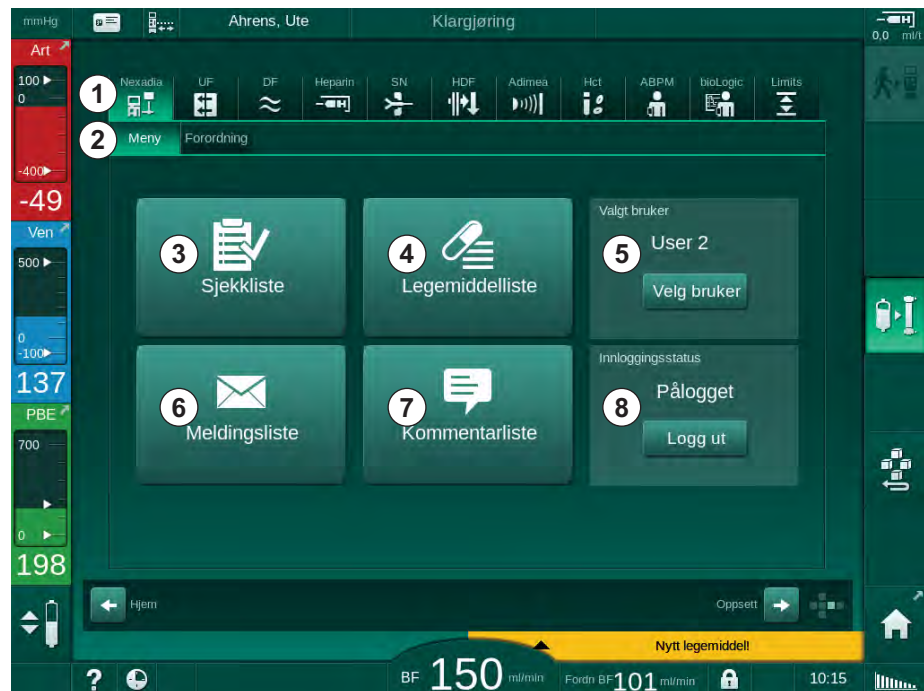

Fig. 11-34 Nexadia-menyen på skjermbildet *Inndata*
Ved bruk av Nexadia er maskinen i stand til å sende og/eller motta informasjon (f.eks. meldinger, kommentarer og lister) mellom maskinen og dataserveren. Det finnes også et brukervalg. Disse funksjonene håndteres i Nexadia-menyen. Denne menyen åpnes ved å berøre ikonet *Nexadia* (Fig. 11-34, ①) og knappen *Meny* ② på skjermbildet *Inndata*.
1. Trykk på *Velg bruker* i Nexadia-menyen (Fig. 11-34 Nexadia-menyen på skjermbildet Inndata (296), ⑤).
1. Berør ikonet *Kommentarliste* i Nexadia-menyen (Fig. 11-34 Nexadia-menyen på skjermbildet Inndata (296), ⑦).
1. Berør ikonet *Sjekkliste* i Nexadia-menyen (Fig. 11-34 Nexadia-menyen på skjermbildet Inndata (296), ③).
1. Berør ikonet *Legemiddelliste* i Nexadia-menyen (Fig. 11-34 Nexadia-menyen på skjermbildet Inndata (296), ④).
1. Berør ikonet *Meldingsliste* i Nexadia-menyen (Fig. 11-34 Nexadia-menyen på skjermbildet Inndata (296), ⑥).